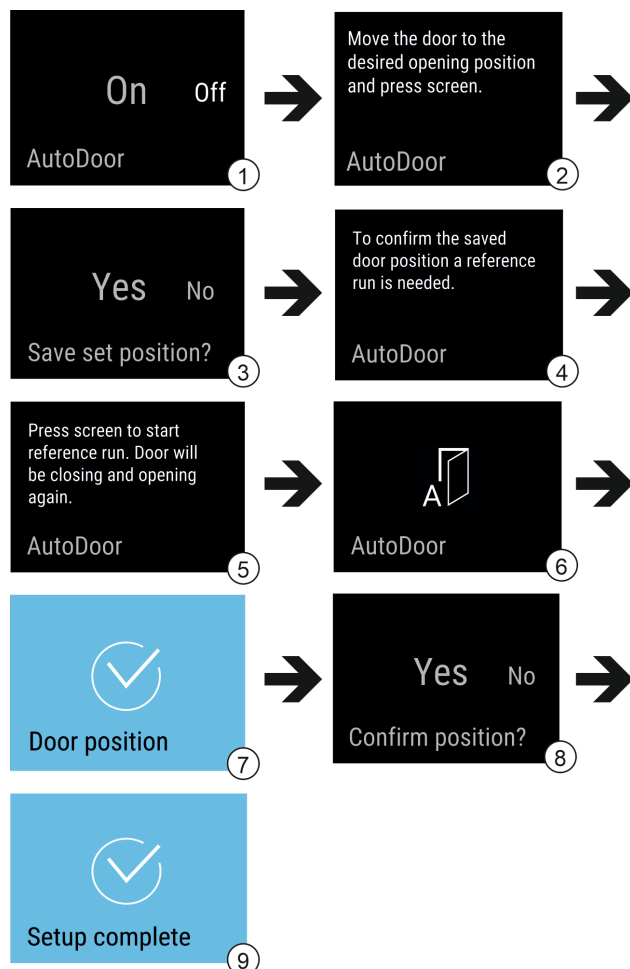

Fig. 13 Esempi di indicazioni in inglese
- ▶ Attivare AutoDoor: far scorrere il dito sul display portando l'indicazione su On. Fig. 13 (1)
- ▶ Premere per 3 secondi sul display. Fig. 13 (1)
- ▶ Configurare l'angolo di apertura della porta: aprire la porta di almeno 70°. Fig. 13 (2)
- ▶ Confermare l'angolo di apertura della porta: toccare il messaggio sul display. Fig. 13 (3)
- ▶ Avviare la corsa di riferimento: toccare il display. Fig. 13 (5)
- ▷ Il display lampeggia. Fig. 13 (6)
- ▷ La corsa di riferimento è stata eseguita correttamente: il display diventa blu per 2 secondi. Fig. 13 (7)
- ▶ Confermare l'angolo di apertura della porta. Fig. 13 (8)
- ▷ Il display diventa blu. Fig. 13 (9)